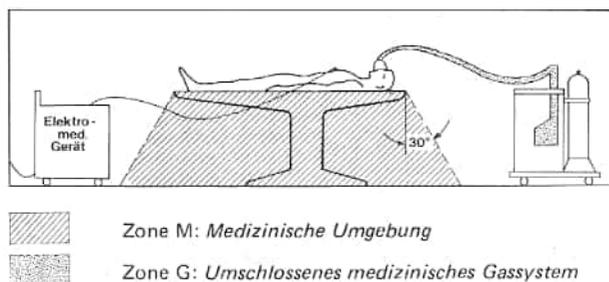

Bild 1. Explosionsgefährdete Zonen M und G in Operationsräumen (vereinfachte Darstellung)
Die Geräte sind nicht für den Betrieb in explosionsgefährdeten Bereichen (Zonen M und G) medizinisch genutzter Räume bestimmt (Bild 1). Diese Zonen entfallen jedoch bei geeigneter Auswahl von Anästhesiemitteln und unter bestimmten Voraussetzungen bei der Anwendung von brennbaren Flüssigkeiten als Hautreinigungs- und Hautdesinfektionsmittel. (5)